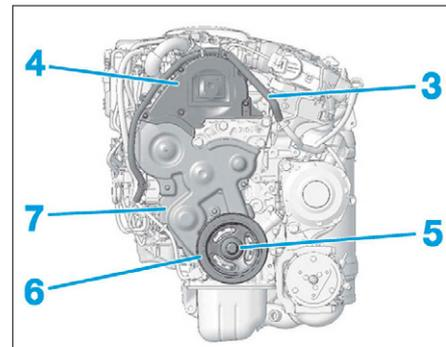

FIG. 7
- Dégrafer et écarter le faisceau électrique (3) (Fig.7).
- le carter supérieur de distribution (4),
- Déposer la vis (5) (Fig.7).
- le carter inférieur de distribution (7)
- la poulie (6),
- une vis neuve (5),
- le carter supérieur de distribution (4).